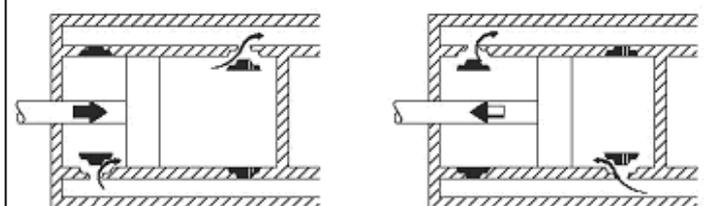

Figura 73 B - Bomba Alternativa de Ação Dupla
B) **Duplo efeito ou ação dupla**, nas de ação dupla o líquido é admitido e expelido pelos dois lados, isto é, durante um ciclo completo de operação ida e volta, há duas operações de sucção e duas de descarga, figura 73 B. As de ação dupla são mais empregadas. O fluxo nestas bombas é mais uniforme que nas de ação simples.